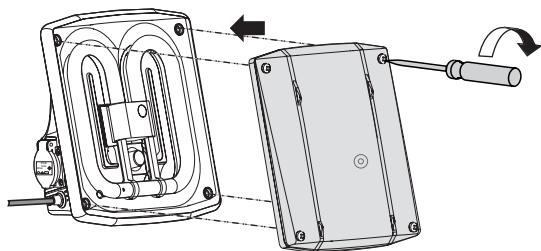

Figura 17
5.1.5 Rimontate la lampada da lavoro rimettendo al proprio posto il coperchio ed anche la protezione di gomma. Poi avvitate di nuovo saldamente il coperchio con le 4 viti (figura 17).